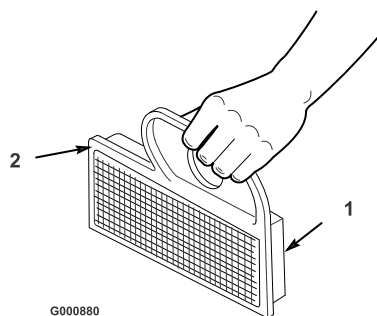

Figura 34
- A. Picchiettate leggermente l'elemento su una superficie piana per rimuovere polvere e morchia (Figura 34).